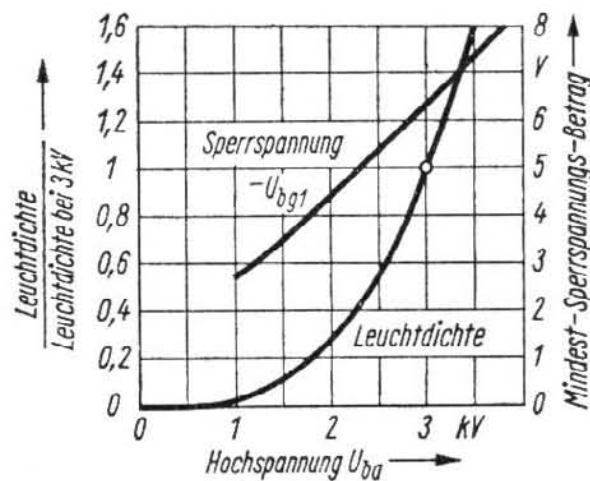

Bild 8
**Bild 8** zeigt mit einem relativen Leuchtdichte-Maßstab die mit steigendem Wert der Hochspannung sehr erhebliche Zunahme der Leuchtdichte und weist darauf hin, daß der Betrag der zum Sperren des Kathodenstromes mindest notwendigen negativen Steuerspannung  $U_{bg1}$  mit dem Wert der Hochspannung nur etwa linear ansteigt.